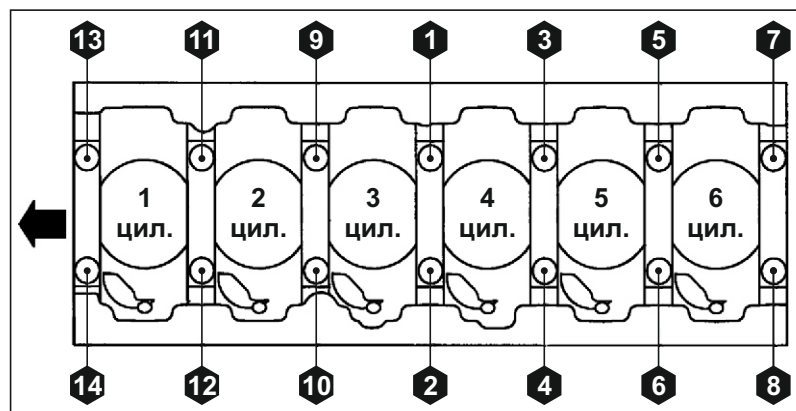

Рис. 104. Порядок затяжки болтов крышек коренных подшипников вала коленчатого.
8. Завернуть болты и затянуть рекомендуемым моментом в порядке, указанном на **Рис. 104**: